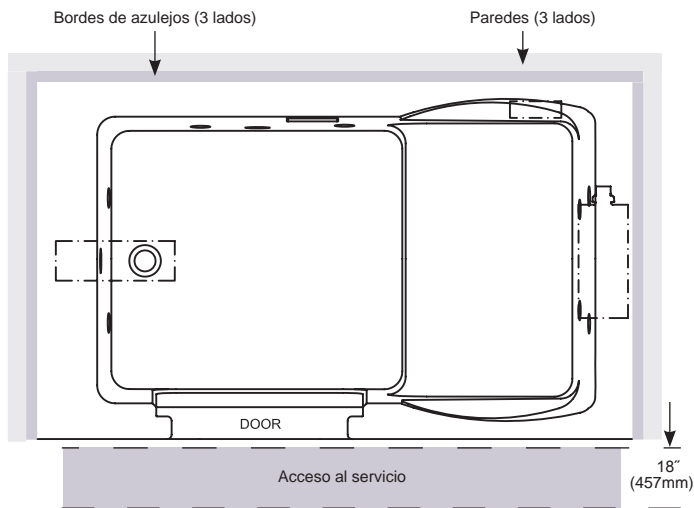

Figura 1: Acceso al servicio
- Por norma, se debe otorgar el acceso para realizar el servicio del equipo. Es responsabilidad del instalador proveer suficiente acceso al servicio. El espacio mínimo recomendado para permitir el servicio de la bañera es de 18" (457 mm) y se presenta en la Ilustración de Acceso al Servicio (Figura 1).